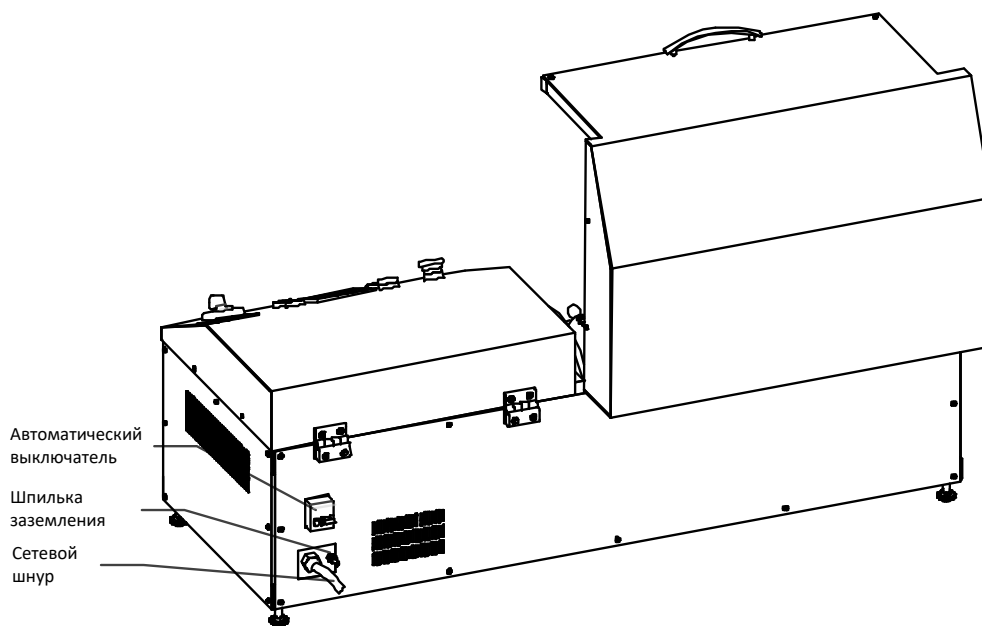

Рисунок 2 – Вид сзади
- 2) Проверить состояние автоматического выключателя (см. рис. 2). Он должен быть в верхнем положении.